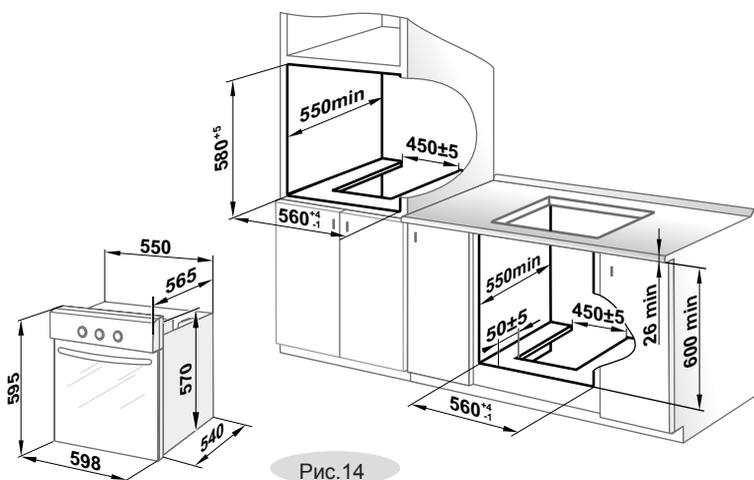

Рис. 14
- Духовка встраивается в напольную тумбу или пенал кухонного гарнитура, в которых имеется ниша с размерами, указанными на рис. 14.